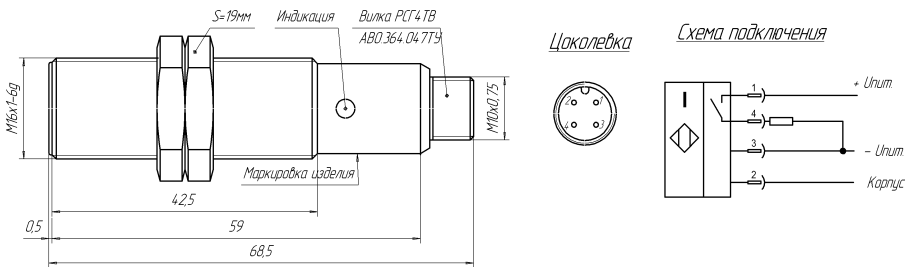
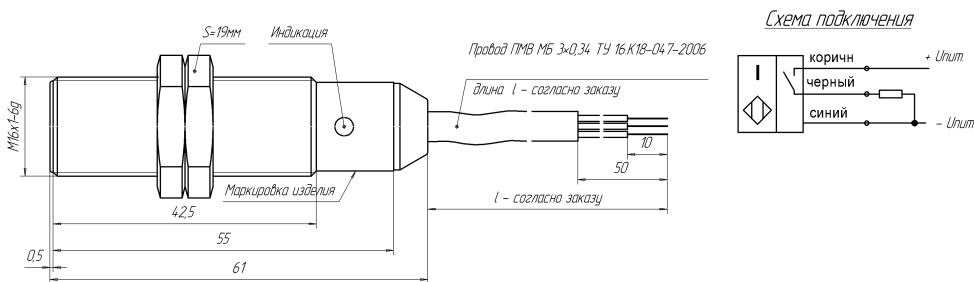
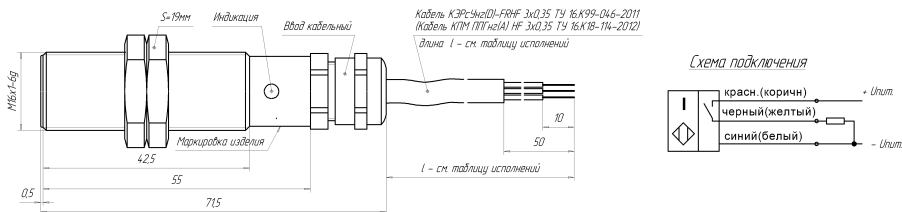

Рисунок 1 – Габаритный чертеж и схема подключения ВТИЮ.1246.1
Рисунок 2 – Габаритный чертеж и схема подключения ВТИЮ.1246.1-xxx
Рисунок 3 – Габаритный чертеж и схема подключения ВТИЮ.1246.1-xxxK
Габаритный чертеж и схема подключения ВТИЮ.1246.1 представлены на рис.1, ВТИЮ.1246.1-xxx на рис.2, ВТИЮ.1246.1-xxxK на рис.3. Выключатель ВТИЮ.1246.1-xxxK изготавливается с негалогеносодержащим кабелем.
Габаритные и присоединительные размеры	В соответствии с габаритным чертежом (см. рис.1, рис.2, рис.3)
- Проверить маркировку выключателя и подключить в строгом соответствии со схемой подключения (см. рис.1, рис.2, рис.3).